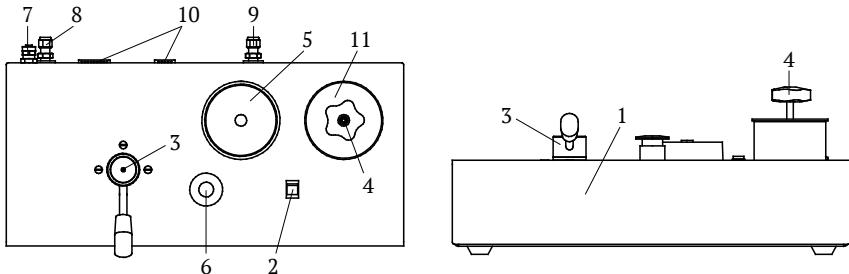

Рис. 2. Внешний вид пульта управления:
4.2 Внешний вид пульта управления показан на рис. 2.
4.7 Пульт управления состоит из корпуса 1 (Рис.2) изготовленного из стального листа и окрашенного порошковой эмалью. На пульте установлены: кнопка включения системы 2, рычаг переключения режимов работы 3, позволяющий переключать систему в режим предварительной накачки и в режим регулирования давления, так же установлен стакан 11 для рабочей жидкости и вентиль сброса давления 4. Электроконтактный манометр 5 предназначен для ограничения давления системы на уровне 620...650 бар в случае ошибочного его повышения. Также возможна приближенная установка максимального давления в пределах 0...620 бар. Кнопка аварийного отключения 6 служит для выключения системы при аварийной ситуации. В пульте управления установлена электронная плата управления, выпускной клапан, шаровый кран с датчиками положения, а сам пульт предназначен для управления всей системой и изменения режимов ее работы.
4.10 Режим предварительного создания давления (определяется положением рукоятки 3 (Рис. 2) пульта управления). Данный режим используется для заполнения присоединенных манометров или других гидравлических устройств, рабочей жидкостью, путем сжатия оставшегося в них воздуха. При отклонении джойстика от себя происходит включение движения штока насоса вперед, со скоростью пропорциональной величине отклонения, и рабочая жидкость вытесняется через выпускной клапан в систему и в подключенные манометры или другие устройства. При достижении штоком конечного положения возрастание давления на выходе системы прекращается и он автоматически возвращается в начальное положение (рукоятку джойстика отпускать не нужно) с максимальной скоростью (в этот момент происходит всасывание рабочей жидкости из стакана 11 (Рис. 2) в полость насоса через выпускной клапан). При достижении штоком начального положения, он автоматически начинает двигаться вперед возобновляя цикл повышения давления со скоростью определяемой положением джойстика. Далее процесс повторяется циклически. Количество циклов зависит от внутреннего объема присоединенных манометров или другого оборудования. При приближении давления в системе к необходимому, необходимо снизить скорость повышения путем уменьшения угла отклонения рукоятки джойстика. Затем полностью остановить поднятие давления отпустив джойстик, после чего происходит автоматический возврат штока в начальное положение. В данном режиме джойстик работает только от себя, т. е. на повышение давления.